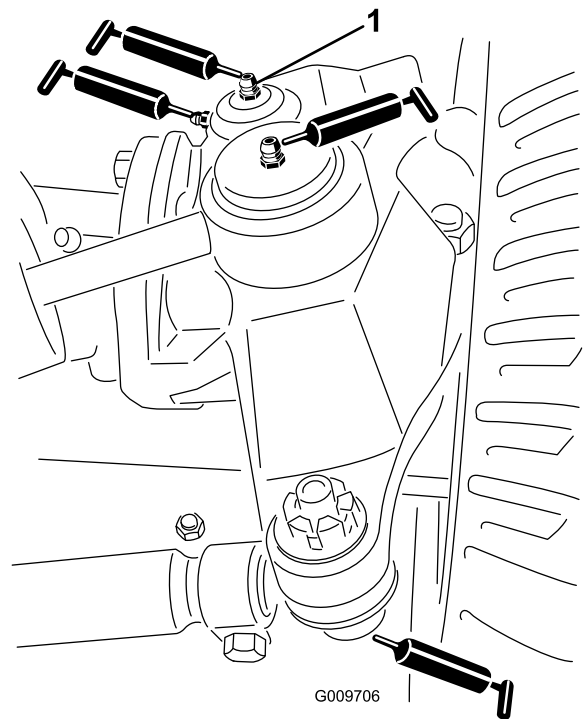

Figura 83
- Giunti a sfera del cilindro di sterzo (2) come illustrato nella Figura 83
- Giunti a sfera del tirante (2) come illustrato nella Figura 83
- Boccole del perno del fusso a snodo (2) come illustrato nella Figura 83